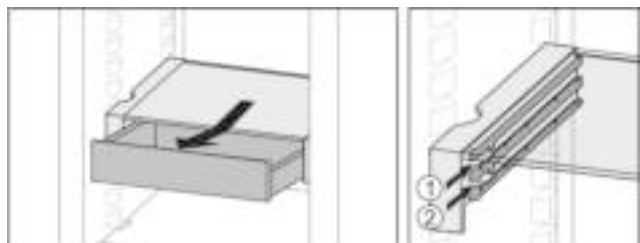

Fig. 26
- ▶ Op een willekeurige hoogte Fig. 26 (1) of Fig. 26 (2) erin schuiven.